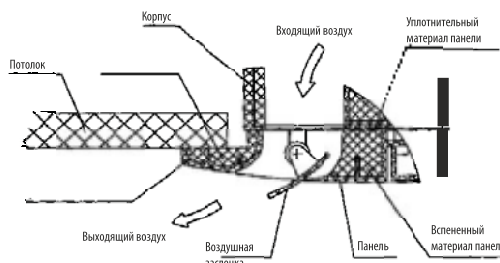
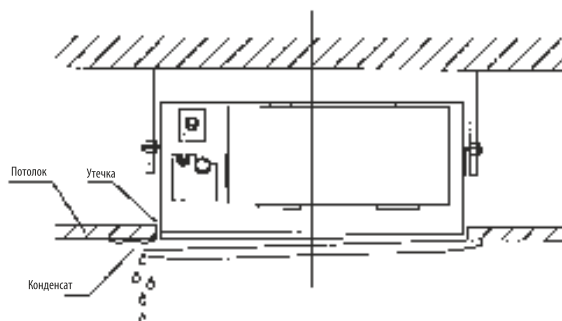
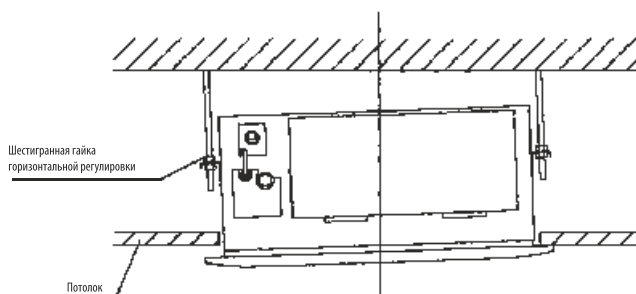

Рис. 24
Рис. 25
Рис. 26
- f. Продолжайте заворачивать винты под крюками панели до тех пор, пока толщина уплотнителя между корпусом и панелью не уменьшится до 4–6 мм. Край панели должен плотно прилегать к потолку (см. рис. 24). Причиной указанной на рис. 25 проблемы может быть недостаточная или неправильная затяжка винтов. Если после затяжки винтов остался зазор между панелью и потолком, то следует заново отрегулировать высоту расположения блока. Высоту положения внутреннего блока можно отрегулировать через отверстия в углах панели, если при этом не нарушается положение дренажной трубы (см. рис. 26).
- (3) Установите решетку входа воздуха в панель, затем подключите разъем электродвигателя перемещения заслонки и разъем панели управления к соответствующим разъемам на корпусе.
- (4) Установите на место решетку входа воздуха в порядке, обратном снятию.